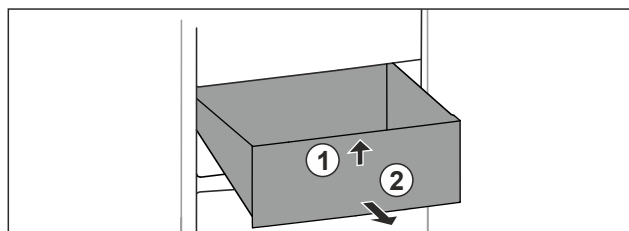

Fig. 93
- ▶ Nadzvedněte zásuvku vpředu. Fig. 93 (1)
- ▶ Vyjměte zásuvku dopředu. Fig. 93 (2)